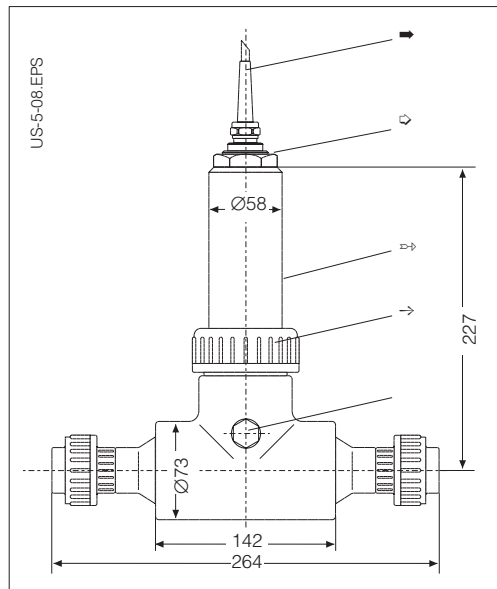

Abb. 3.3 CUA 250-A mit aufgeschraubtem Klebefitting DN 25
- Der Sprühkopf CUR 3-1 wird anstelle der seitlichen Blindverschraubung (siehe Abb. 3.3) in die Armatur CUA 250 eingeschraubt.